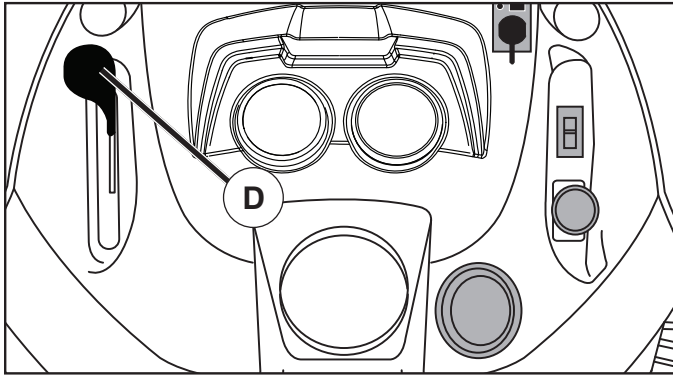

Fig. 7
## POUR UTILISER LA COMMANDE DES GAZ (D) (Voir la Fig. 7)